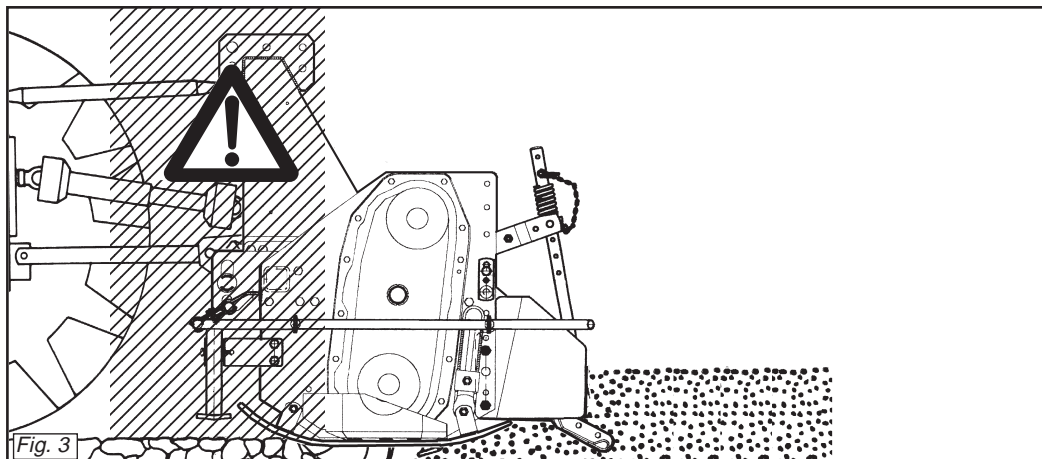

Fig. 3
- 25)** È assolutamente vietato interporre tra il trattore e la macchina (Fig. 3) con motore acceso e cardano inserito nonché senza aver azionato il freno di stazionamento ed aver inserito, sotto le ruote, un ceppo o un sasso di bloccaggio. Mantenersi ad una distanza di sicurezza dalla macchina in lavoro, per possibili lanci di corpi contundenti.
- 25)** *It is absolutely forbidden to stand between the tractor and the machine (Fig. 3) when the engine is running and the cardan shaft is engaged without having first engaged the hand brake and placed a block or stone under the wheels to prevent them from moving.*
- 25)** Es ist absolut verboten, bei laufendem Motor und eingeschalteter Gelenkwelle zwischen den Schlepper und das Gerät zu treten (Abb. 3). Dazu muß die Feststellbremse gezogen werden und unter die Räder ein Bremskeil oder ein großer Stein gelegt worden sein. Achten Sie bei der Arbeit mit der Maschine auf den nötigen Sicherheitsabstand aufgrund der Auswurfgefahr stumpfer Gegenstände.
- 25)** *Il est absolument interdit de se mettre entre le tracteur et l'appareil (Fig. 3) quand le moteur est en marche et le cardan enclenché, sans avoir tiré le frein de stationnement et bloqué les roues avec une cale ou un caillou. Se tenir à une distance de sécurité du machine en fonctionnement, à cause du lancement possible d'objets contondants.*
- 25)** Está terminantemente prohibido colocarse entre el tractor y el equipo (Fig. 3) con motor encendido y cardán inserido, o sin haber accionado el freno de estacionamiento y de colocar, debajo de las ruedas, una piedra u otro elemento de bloqueo. Manténgase a una distancia de seguridad de la máquina durante el trabajo, porque puede proyectar objetos.
- 29) È assolutamente vietato inteporsi fra il trattore e l'attacco della macchina per manovrare il comando dall'esterno per il sollevamento (Fig. 3).
- 29) It is absolutely forbidden to stand between the tractor and the implement when manoeuvring the lift control from the outside (Fig. 3).
- 29) Es ist absolut verboten, zwischen den Schlepper und den Anschluß zu treten, um die Aushebung von außen zu betätigen (Abb. 3).
- 29) Il est absolument interdit de se mettre entre le tracteur et l'attelage pour manoeuvrer la commande de relevage de l'extérieur (Fig. 3).
- 29) Está absolutamente prohibido colocarse entre el tractor y el enganche para maniobrar el mando desde el externo en la fase de elevación (Fig. 3).